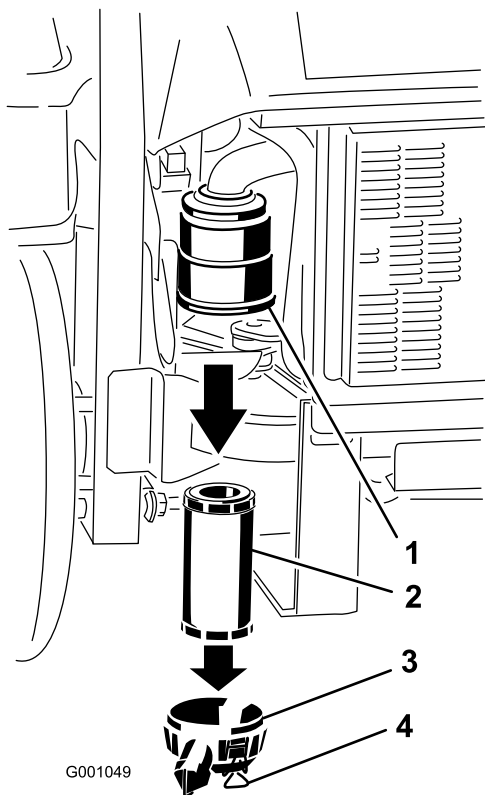

Bild 32
3. Lösen Sie die Riegel am Luftfilter und ziehen Sie die Abdeckung vom Gehäuse ab (Bild 32).
5. Schieben Sie den Filter vorsichtig aus dem Luftfiltergehäuse heraus (Bild 32). Vermeiden Sie ein Anstoßen des Filters an der Seite des Gehäuses.
2. Schieben Sie den Filter vorsichtig in das Gehäuse (Bild 32). Stellen Sie sicher, dass dieser einwandfrei einliegt, indem Sie beim Einbauen auf den äußeren Rand des Filters drücken.